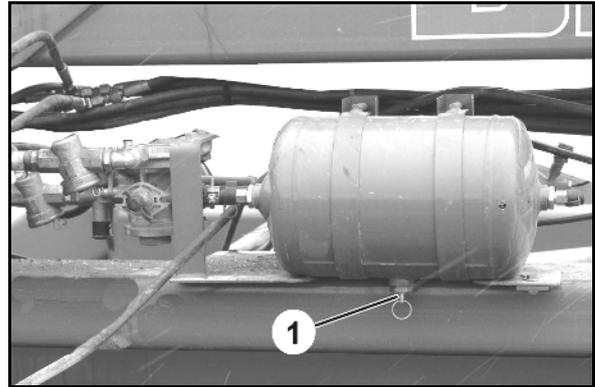

Fig. 82
3. Tirar hacia un lado del anillo de la válvula de purga de agua (Fig. 82/1) hasta que ya no salga agua del depósito de aire comprimido.
El depósito de aire (Fig. 82/1) no debe